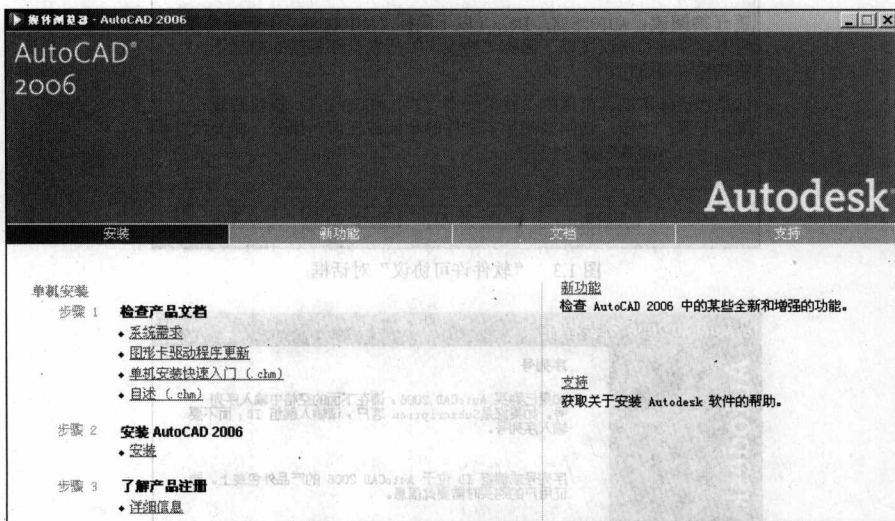

图 1.1 AutoCAD 2006 的安装界面
① 关闭所有正在打开的 Windows 应用程序，将 AutoCAD 2006 的安装光盘插入光驱，在媒体浏览器中，单击“安装”按钮；在“安装”面中，单击“单机安装”超链接，系统将自动运行安装程序，弹出如图 1.1 所示的安装界面，单击“安装”。